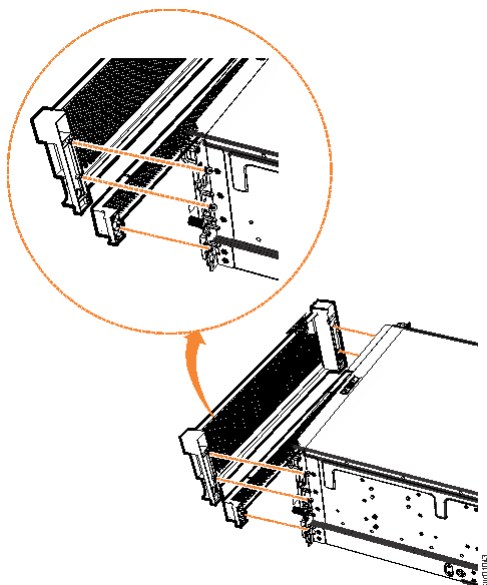

Рисунок 91. Замена панелей на корпусе расширения
1. Выровняйте фронтальную панель (4U) с корпусом так, чтобы совпали крепежные отверстия. Как показано на Рисунок 91 на стр. 78, этим действием крепежные отверстия панели совмещаются с отверстиями на переднем фланце корпуса.
3. Прикрепите нижнюю панель (1U), закрывающую блоки питания. Выровняйте панель с корпусом и аккуратно вставьте в шасси до щелчка (см. Рисунок 91 на стр. 78).